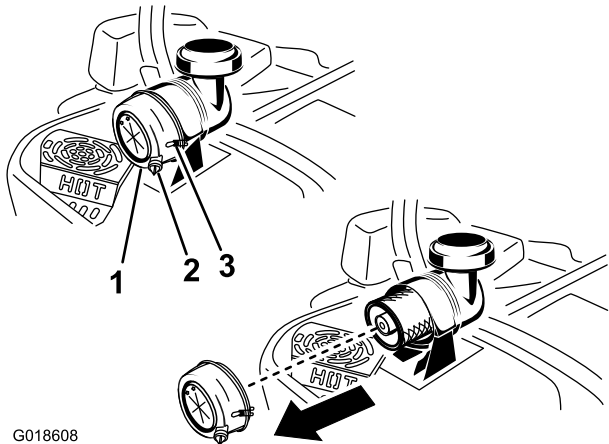

Figura 15
1. Aprite i 2 fermi che fissano il coperchio del filtro dell'aria alla sede del filtro dell'aria (Figura 15).
2. Fissate i fermi (Figura 15).